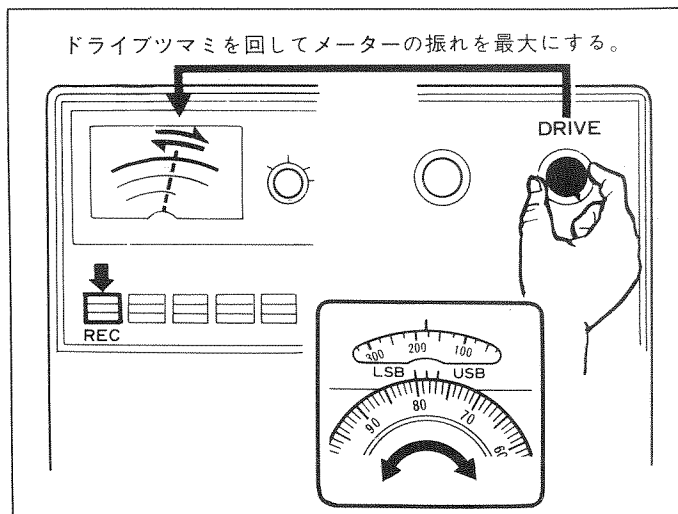

図3
- 主同調ツマミを回して、目的の信号が最も明瞭に聞こえるように合わせてください。(図3参照)
- 入力信号の強さに応じて、Sメーターが振れます。このSメーターの振れが最大になるように、DRIVEツマミを調整してください。(図3参照)